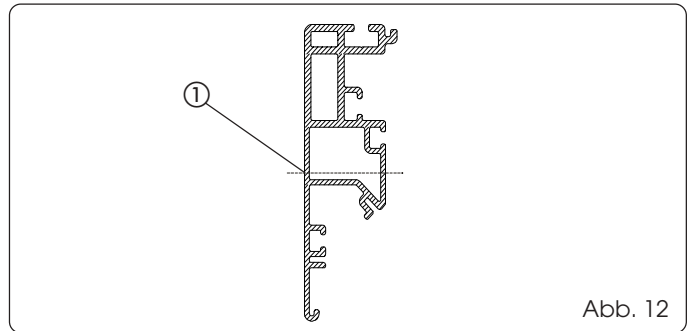

Abb. 12
- 3) Die erforderlichen Bohrungen auf dem selbsttragenden Profil an der in Abb. 12 Bez. ①. angegebenen Position ausführen.